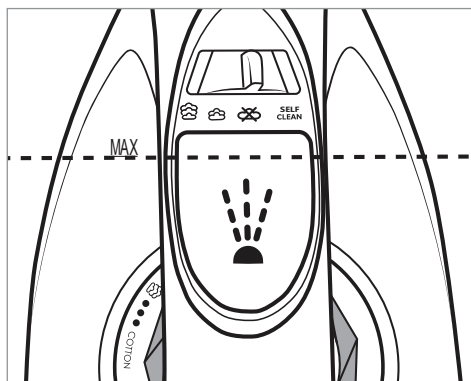

Fig. 1
- 3) Con el vaso medidor **11**, llene el depósito de agua **2** como máximo hasta la marca **MAX** (consulte la fig. 1).